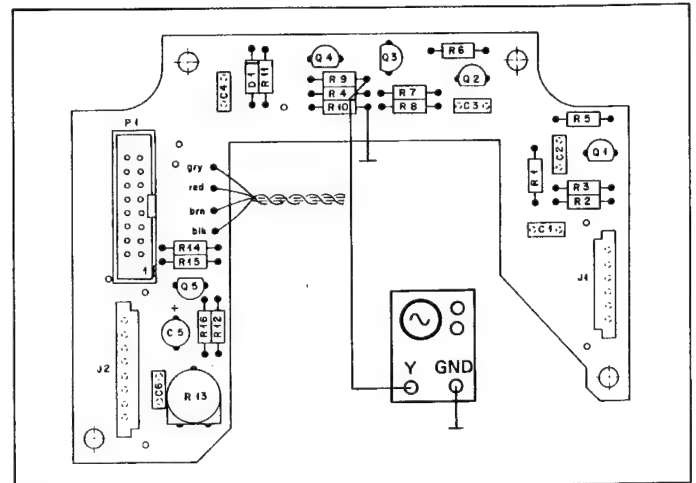
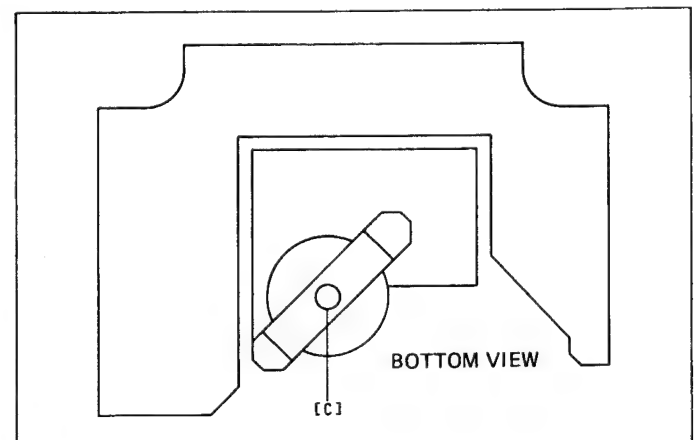
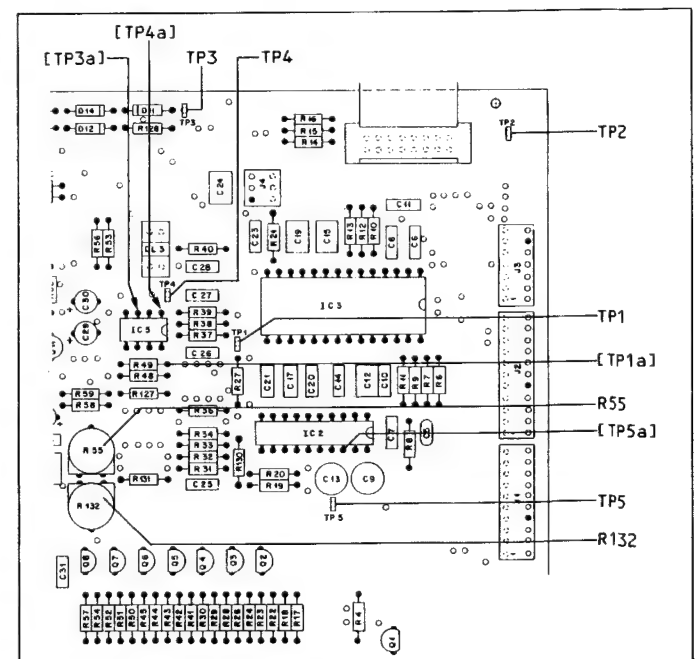

Fig. 4.14
Fig. 4.15
Fig. 4.16
→ Fig. 4.14 / Fig. 4.16
→ Fig. 4.15 / Fig. 4.16
-&gt; Fig. 4.16